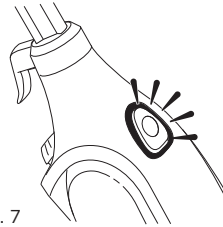

fig. 7
- 7 Appuyez sur le bouton **CONTRÔLE DE VAPEUR** pour sélectionner votre réglage de vapeur. Voir la section Dépannage. (fig. 7).